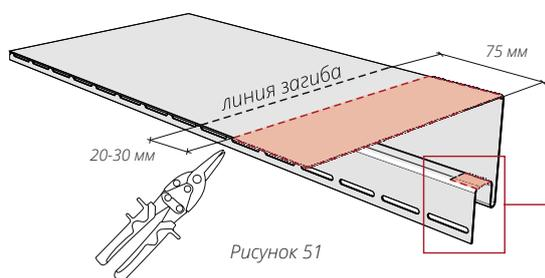

Рисунок 51
- 15.6** Отмерьте и проведите, согласно рис. 51, едва заметную линию на расстоянии 75 мм от торца околооконки. Это линия будущего загиба верхней околооконной планки. Отступите от этой линии расстояние 20-30 мм к внешней стороне, согласно рис. 51 и проведите еще одну линию, это линия реза. Подрежьте околооконку по разметке согласно рис. 50, 51, используя ножницы.